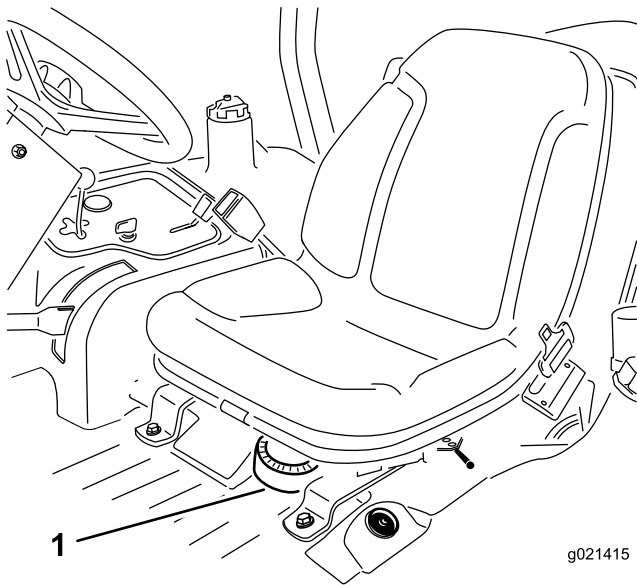

Figura 54
1. Retire el asiento de la máquina para tener acceso a la bomba de combustible (Figura 54).